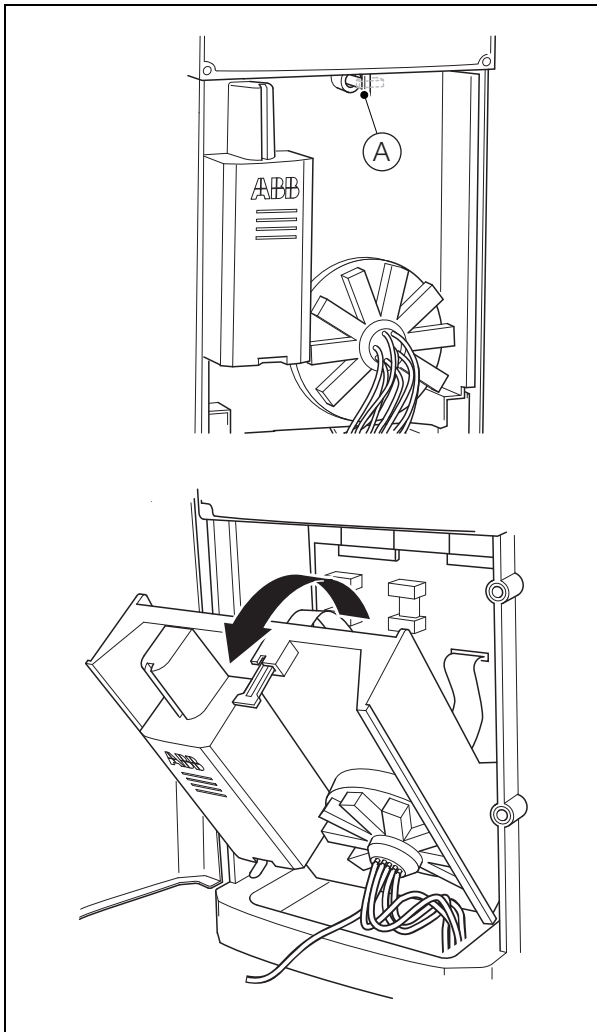

Abb. 13.8 Öffnen der Analyseeinheit
1. Drehen Sie wie in Abb. 13.8 gezeigt, den Griff (A)  $\frac{1}{4}$  Umdrehung im Uhrzeigersinn, und ziehen Sie die Analyseeinheit bis zu den Anschlägen nach vorn.
1. Bringen Sie die Analyseeinheit wie in Abb. 13.8 gezeigt in die senkrechte Position und befestigen Sie sie mit dem Griff (A).